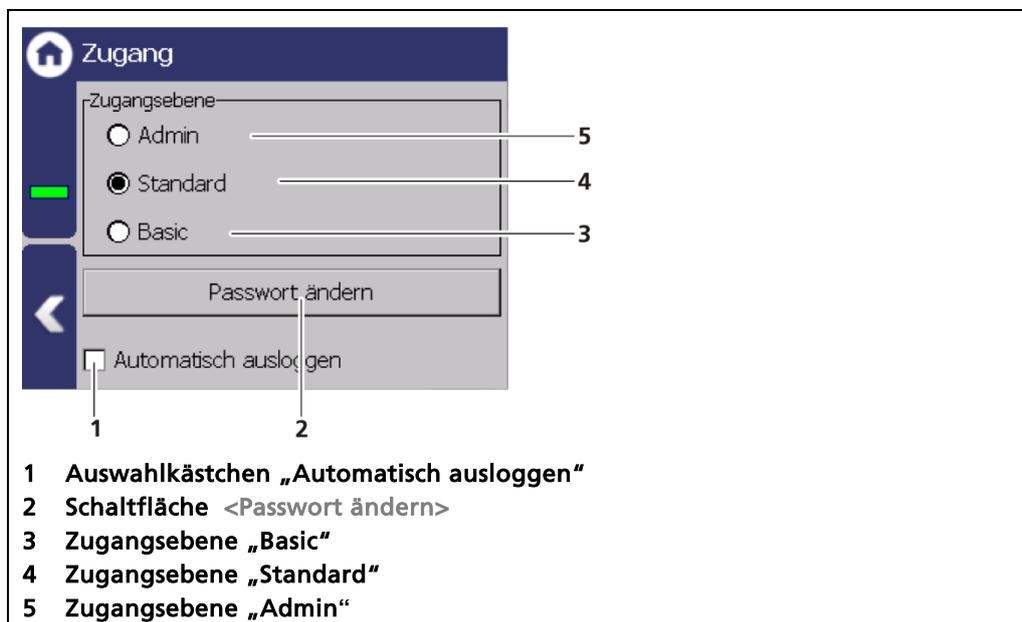
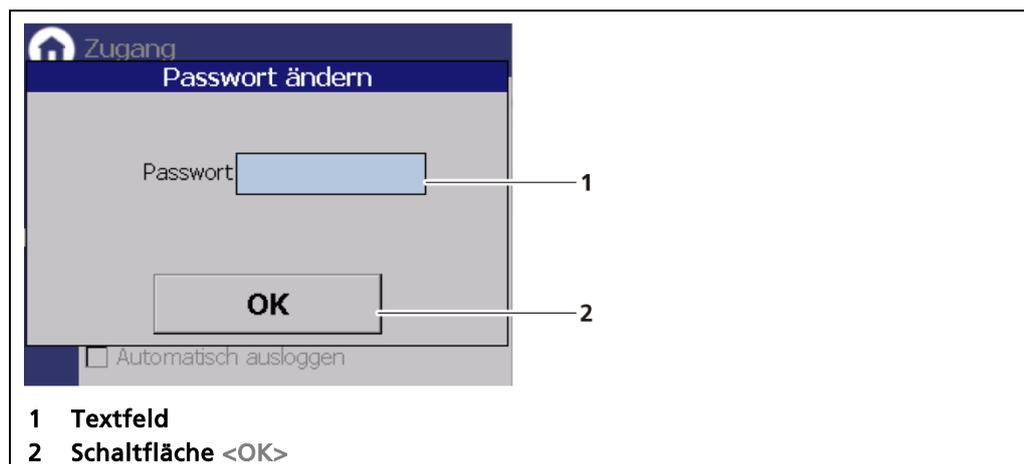

Abb. 38 Menü Zugang
Abb. 39 Passwort ändern
Automatisch Ausloggen	Durch Aktivieren des Auswahlkästchens (Abb. 39, Pos. 1) wird die Zugangsebene Standard automatisch auf "Basic" zurückgesetzt, wenn das System nach dem Timeout (Kap. 7.3.1) zur Standardanzeige wechselt.
Um ein Passwort zu vergeben oder zu ändern, wählen Sie „Standard“ (Abb. 38, Pos. 4) und klicken Sie auf <Passwort ändern> (Abb. 39, Pos. 2) um das Eingabefeld zu öffnen.
1. Klicken Sie auf das Textfeld (Abb. 39, Pos.1.) um das Eingabefeld zu öffnen.
4. Klicken Sie auf <OK> (Abb. 39, Pos.2) um zu bestätigen.